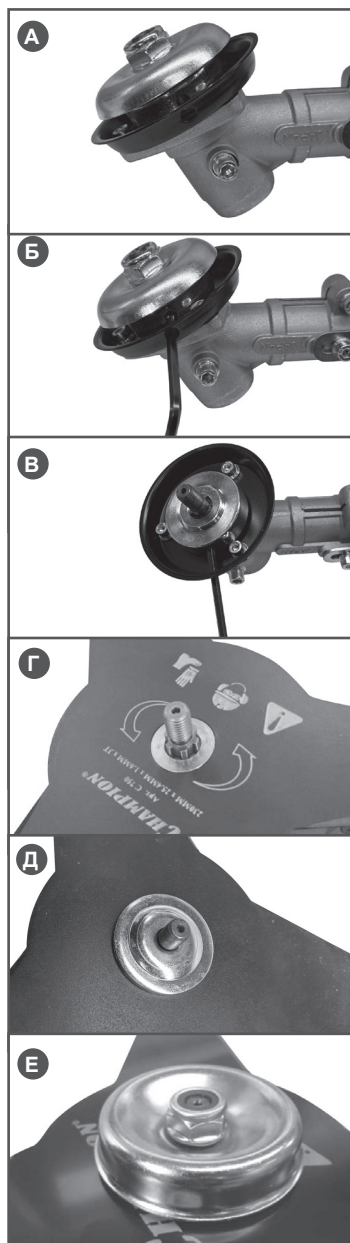

Рис. 4 Установка ножа
1. Совместите отверстие в чашке редуктора с отверстием на защитной шайбе редуктора (Рис. 4А).
2. Установите в отверстие защитной шайбы редуктора стопор 4 (например, ключ шестигранный 4 мм из комплекта поставки) (Рис. 4Б).
3. Открутите установленную на редукторе гайку ножа (левая резьба), снимите ограничительную чашку и прижимную шайбу, оставив только защитную шайбу редуктора (Рис. 4В)
4. Установите нож на защитную шайбу редуктора (Рис. 4Г).
5. Установите прижимную шайбу ножа (Рис.4Д), ограничительную чашку и закрепите гайкой (левая резьба) (Рис.4Е).
6. Удерживая стопор, затяните гайку комбинированным ключом (Рис. 4Е).
2. Установите в отверстие защитной шайбы редуктора стопор (например, ключ шестигранный 4 мм из комплекта поставки) (Рис. 4Б).